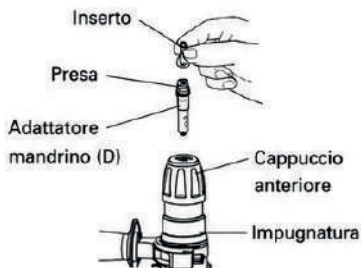

Fig. 9
4. Quando si avvitano viti per macchina (Fig. 9)
- Non tentare di utilizzare il martello tassellatore nella funzione rotazione + percussione con l'adattatore mandrino (D) e l'inserto collegati.
5. Quando si avvitano viti per legno (Fig. 9)